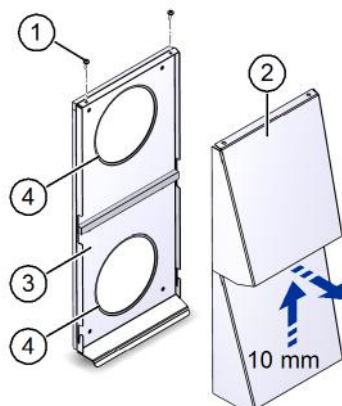

Abb. 9: Abdeckung entfernen
- ▶ Entfernen Sie die beiden Kreuzschlitzschrauben (Pos. 1 in Abb. 9) an der Oberseite des Fassadenabschlusses.
- ▶ Schieben Sie die Abdeckung (Pos. 2 in Abb. 9) ca. 10 mm nach oben. Heben Sie die Abdeckung von der Grundplatte (Pos. 3 in Abb. 9) ab.
- ▶ Streichen Sie die 4 mm breiten Dichtflächen (Pos. 4 in Abb. 9) an der Innenseite vollständig mit Vaseline ein.